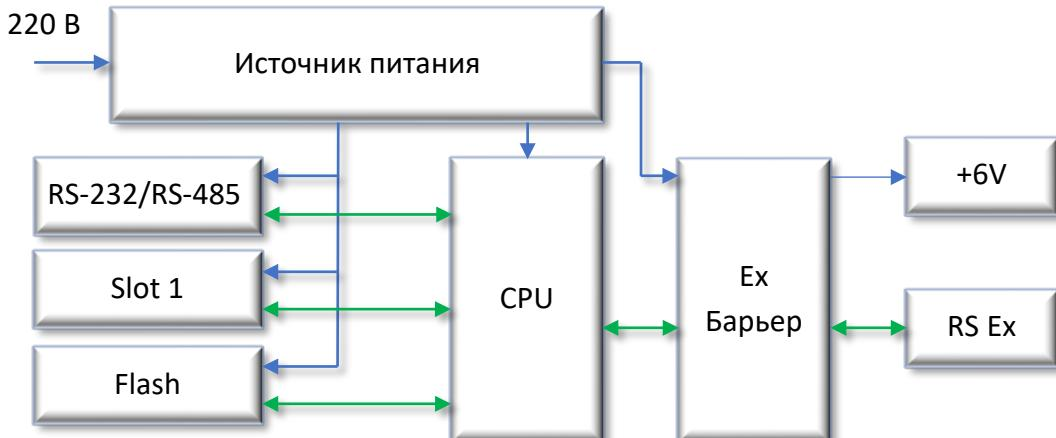

Рисунок 4
*Конструкцией модуля МТЭК предусмотрены специальные крепежные площадки на плате прибора (см. рисунок 4). Каждый кабель необходимо зафиксировать в кабельном вводе, а также нейлоновой стяжкой на специальной площадке на печатной плате.*
После подключения кабеля к компьютеру установите перемычку «DEFAULT» (рисунок 4) на плате модуля.